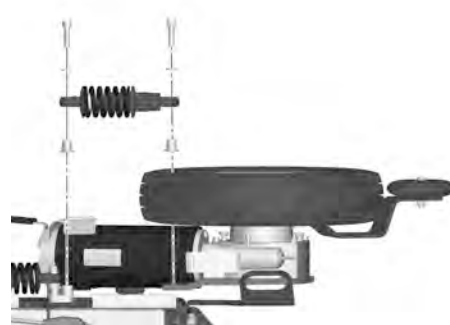

Abbildung 422. Anbringen oder Ausbauen des vorderen Stoßdämpfers.
1. Montieren Sie den Stoßdämpfer mithilfe der zwei Schrauben und Scheiben. Ziehen Sie die Schrauben mithilfe eines Drehmomentschlüssels fest. Anzugsmoment: 24 Nm. Siehe Abb. 422.
5. Entfernen Sie den Stoßdämpfer, er ist mit zwei Schrauben und Scheiben und einer Mutter angebracht. Siehe Abb. 422.